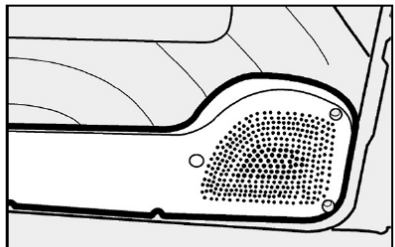

fig. 117
- alto-falantes na porta dianteira **figs. 117**.